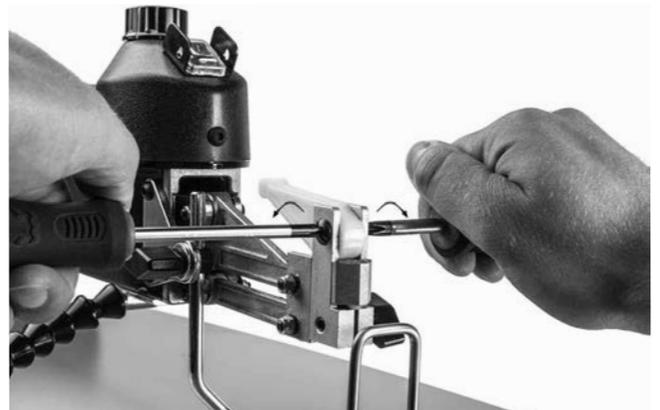

FIGURE 19
- 2) La vis peut être retirée à l'aide de deux tournevis Phillips pour ensuite dévisser la vis de fixation comme le montre la Fig.19.